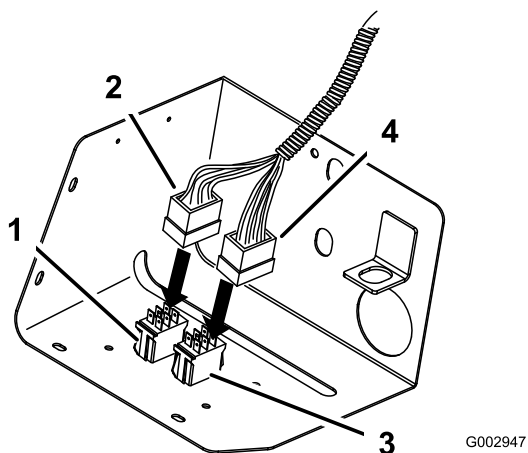

Figure 53
14. Connectez le connecteur comportant principalement des fils verts et jaunes au sélecteur de pulvérisation (interrupteur à bascule) (Figure 53).
15. Connectez le connecteur muni de fils multicolores à l'interrupteur de régulation de débit (interrupteur à rappel) (Figure 53).